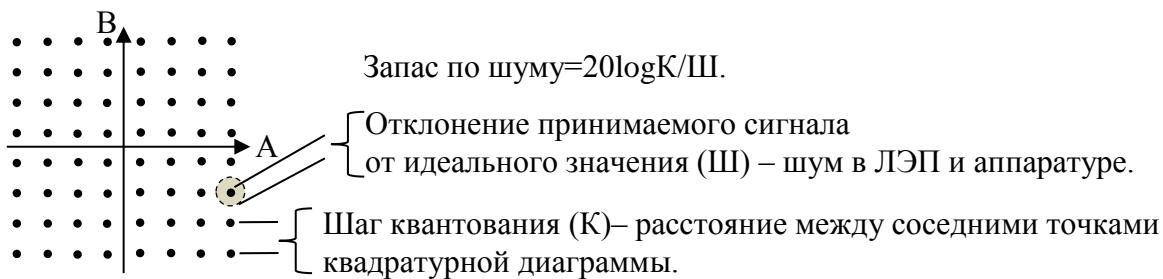

Рис. 8. Запас по шуму: пример сигнального созвездия для 64 QAM (n=6).
Примечание. OFDM (Orthogonal Frequency-Division Multiplexing) – модуляция, при которой сигнал представляется группой несущих синусоидальных сигналов с частотами, кратными одному значению. Модуляция выполняется периодическим изменением амплитуды и фазы несущих сигналов. Способ, применяемый при демодуляции, обеспечивает подавление влияния несущих сигналов друг на друга (ортогональность). QAM (Quadrature Amplitude Modulation) – модуляция, при которой сигнал представляется суммой двух синусоидальных сигналов одной частоты со сдвигом фаз 90°, каждый из которых модулируется по амплитуде своим сигналом. Пример квадратурной диаграммы сигнального созвездия 64QAM дан на рис. 8.
- **запас по шуму** (рис. 8) – отношение шага квантования к среднеквадратическому значению шума для несущих сигналов OFDM;